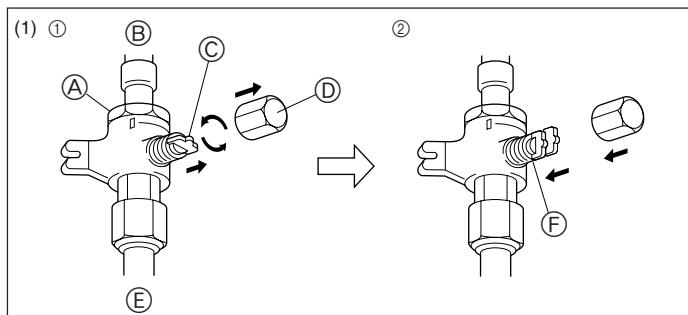
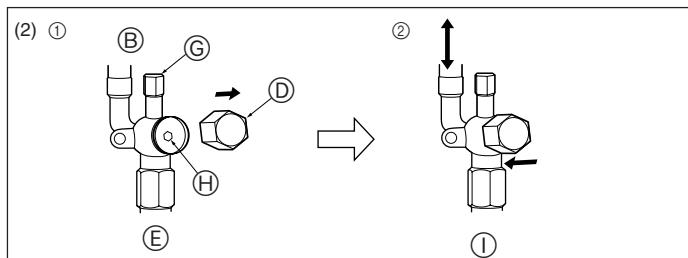

Fig. 4-4
Fig. 4-5
- (1) Gassida (Fig. 4-4)
- ① Ta bort locket, dra handtaget mot dig och vrid motors 1/4 varv för att öppna.
- ② Kontrollera att stoppventilen är helt öppen, tryck in handtaget och skruva på locket igen.
- (2) Vätskesida (Fig. 4-5)
- ① Ta bort kåpan och vrid ventilstängen motsols så långt det går med en 4 mm sexkantsnyckel. Sluta när den når stoppet.